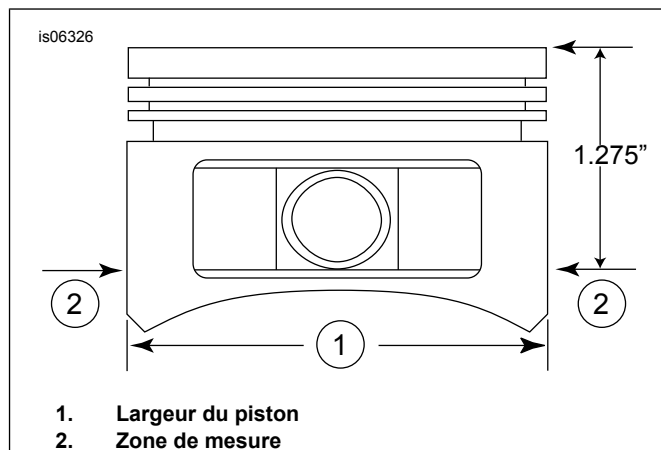

Figure 2. Mesures du piston
5. Consultez Figure 2 . Mesurer la largeur du piston (1), 90 degrés horizontalement à partir des deux côtés du trou de l'axe de piston et 1,275 po vers le bas à partir de la surface plane (partie supérieure) du piston (2). Voir le tableau 11 pour l'ajustement piston-cylindre à cet endroit.